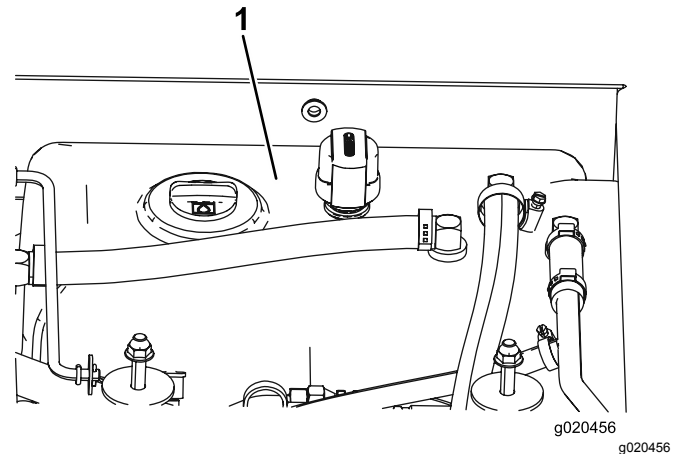

Figure 96
4. Remplissez le réservoir (Figure 96) de liquide hydraulique ; voir Contrôle du niveau de liquide hydraulique \(page 70\).